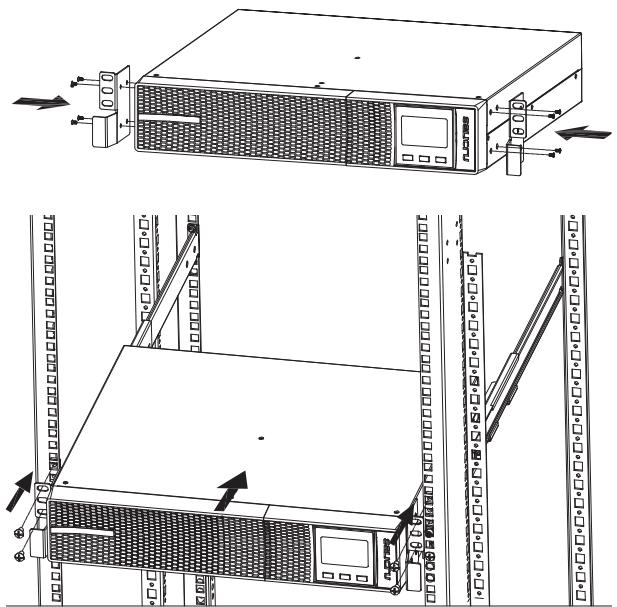
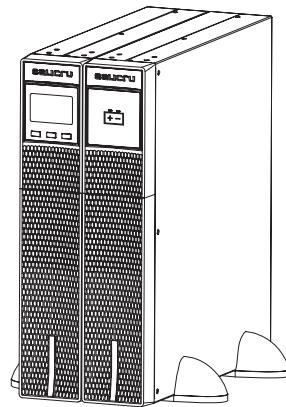

Abb. 4. Montage Typ Rack im 19"-Schrank.
Abb. 8. *Modell mit vertikaler Montage -Turmausführung- mit Autonomieerweiterung (Batteriemodul).*
- In den Abb. 4 bis Abb. 8 werden beispielhaft die Darstellungen eines Gerätes oder von diesem mit seinem Batteriemodul gezeigt. Diese Abbildungen dienen als Hilfe und Anleitung bei den zu befolgenden Schritten und sind auf keinen Fall dazu bestimmt, die Anweisungen für ein einzelnes Modell zu spezifizieren, obwohl in der Praxis die durchzuführenden Aktionen für alle Modelle immer gleich sind.
- Folgendermaßen vorgehen (siehe Abb. 4)
- Die USV und das Batteriemodul zwischen den beiden Sockeln (siehe Abb. 8) und mit einem Abstand von 70 mm von jedem Ende, so wie in der Abb. 6 dargestellt, stehend aufstellen.